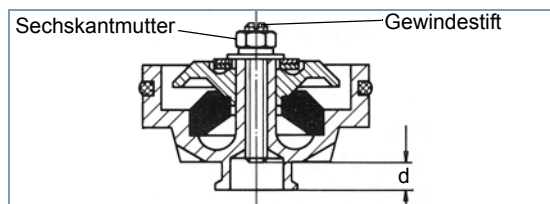

Abb. 4 Maß d (Gerät mit einer Gummifeder)
- Im Abstufungskolben durch entsprechendes Drehen des Gewindestiftes das Maß $d = C + 0,8$ mm einstellen (siehe Abb. 4).
- Gewindestift durch Festdrehen der Sechskantmutter kontern (siehe Abb. 4).